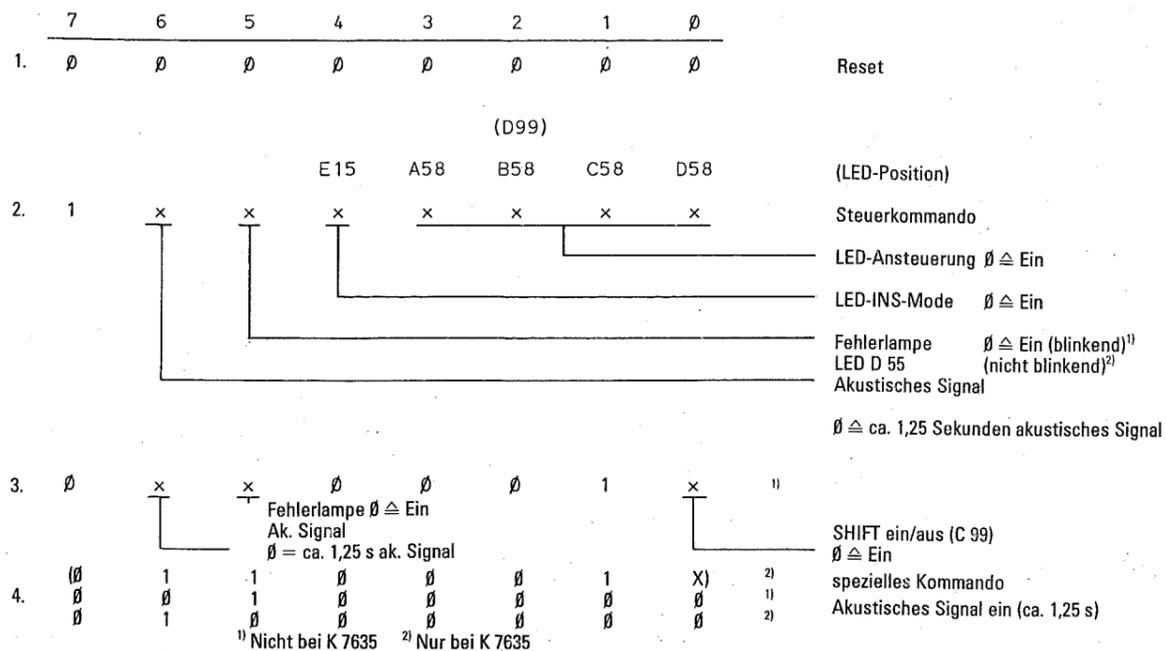

Bild 7: Aufbau der Kommandos für die Tastatur
Die Signaleingabe zur Tastatur erfolgt mit 1-Byte-Kommandos entsprechend Bild 7 durch Aktivierung der Auswahlleitung 4.
Es werden grundsätzlich 1-Byte-Kommandos verwendet (siehe Bild 7). Auf ein Steuerkommando antwortet die Tastatur mit dem Zeichen Typ (siehe Bild 8). Nach einem Kommando für die Tastatur darf ein weiteres Kommando (außer Reset) nur nach der Ausgabe des Zeichens Typ eingegeben werden. Zwischen der Kommandoeingabe und der Ausgabe des Zeichens Typ kann ein anderes Zeichen ausgegeben werden (Pufferung durch Ausgaberegister). Die Besonderheiten des Kommandos Reset werden im Punkt 4.4. erläutert.
- 6 × LED-Bausteine steuerbar mit Kommandos nach Bild 7 (7 × bei K 7635)
Es entsteht auf Tastendruck (Akkust. Tastenklick) oder Kommando (Bild 7), wobei beim Blinken der Fehlerlampe ein intermittierendes Signal abgegeben werden kann. Mit der Steuertaste kann das Signal beeinflusst werden.